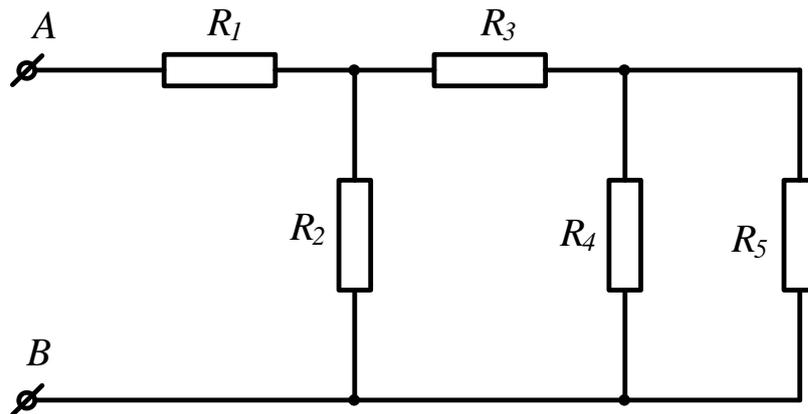

Рисунок 5
**Задача 2.** Определить эквивалентное сопротивление цепи (рис.5) между зажимами АВ, если  $R_1=2,5\text{Ом}$ ,  $R_2=6\text{Ом}$ ,  $R_3=2\text{Ом}$ ,  $R_4=1,5\text{Ом}$ ,  $R_5=3\text{Ом}$